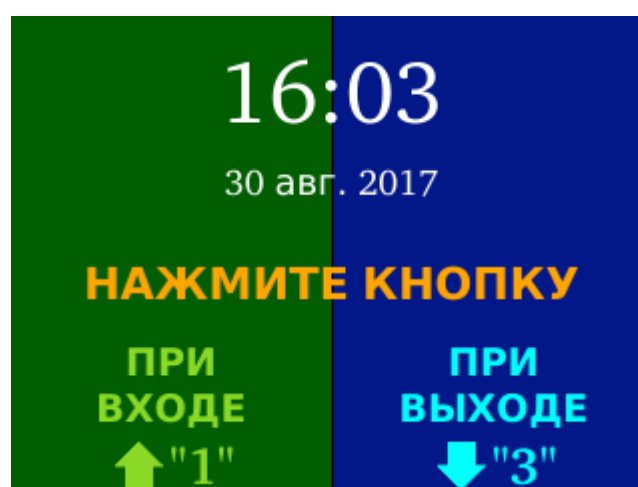

Рисунок 13. Экран терминала в режиме «Кнопка входа/выхода + ладонь или карта»
- Кнопка входа/выхода + ладонь или карта (рисунок 13)